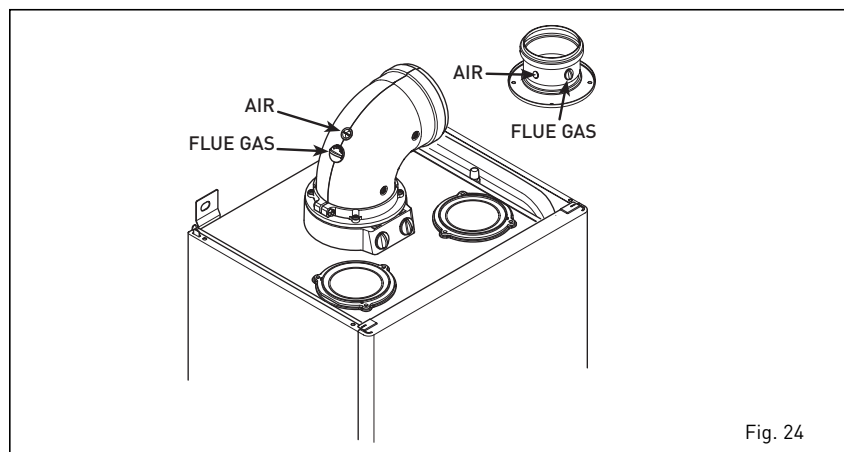

Fig. 24
4.8.1 Combustion Check (fig. 24)